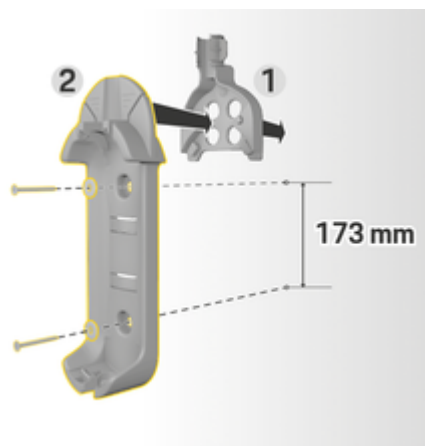

Fig. 6: Dimensões de perfuração
3. Pressione a base do suporte de parede 2 (Fig. 6) para a guia do cabo 1 (Fig. 6) na parte da frente.